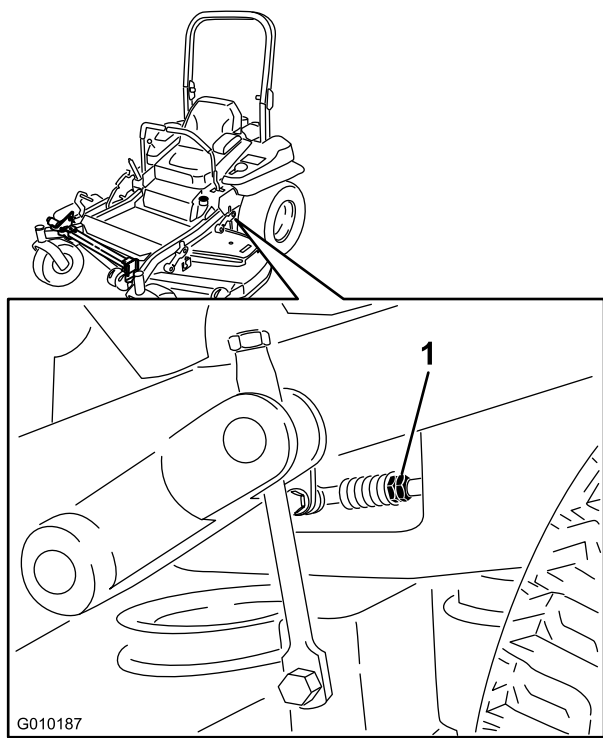

Figura 100
11. Regolate la lunghezza dell'asta di controllo della pompa facendo girare nella direzione opportuna i due dadi sull'asta, finché le ruote si spostano leggermente indietro (Figura 100).